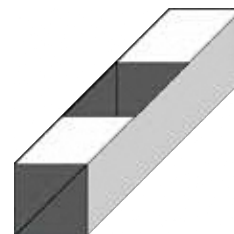

図 8
- ③ アルミテープを貼り付けた厚紙エをアルミテープを貼った面が内側になるように折り曲げて, 四角い筒を作成し, テープで止める。(図 8)